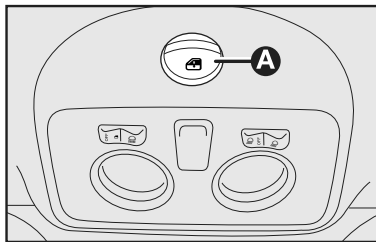

fig. 51
O funcionamento do teto solar apenas ocorre com a chave de ignição na posição **MAR**. Os comandos **A-fig. 51** próximos da luz interna dianteira comandam as funções de abertura/fechamento do teto solar.
Pressionar o interruptor **A-fig. 51** e mantê-lo pressionado, o painel de vidro do teto solar ficará na posição “spoiler”. Pressionar novamente o interruptor **A-fig. 51** e, agindo no comando por mais de meio segundo, se inicia o movimento do vidro do teto, que prossegue automaticamente até o fim de curso. O vidro do teto pode ser bloqueado numa posição intermediária agindo novamente no interruptor.
A partir da posição de abertura completa, puxar o interruptor **A-fig. 51** e, atuando no interruptor por mais de meio segundo, o vidro dianteiro do teto ficará automaticamente na posição “spoiler”. Puxar novamente o interruptor
**A-fig. 51** e mantê-lo pressionado até o fechamento completo do painel. Se parar de pressionar o interruptor antes de completar o fechamento do teto, o painel de vidro do teto solar se posiciona na posição “spoiler”.
- pressionar o interruptor **A-fig. 51** na posição de fechamento;